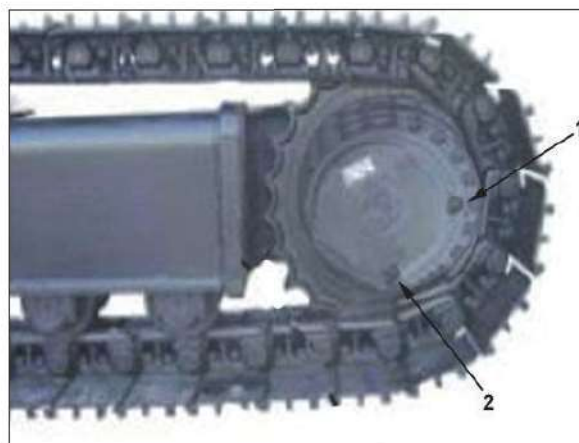

Figure 6.7 - Tandwielkastolie aftappen
1. Zet de machine op een horizontaal oppervlak en zet de olievul- en olie-aftapgaten (1) en (2) op de stand weergegeven op afbeelding 6.7.